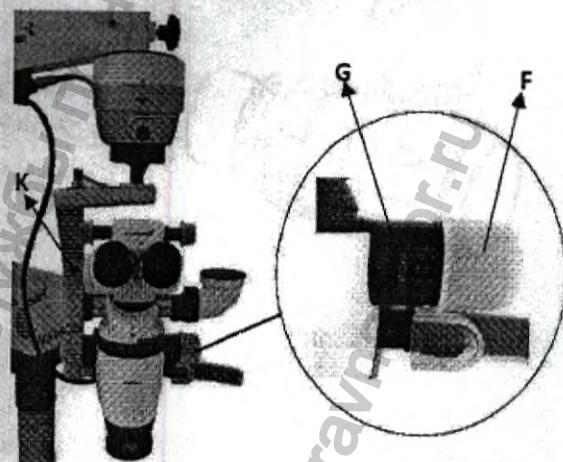

Рис. 19
- а. Для выбора желаемого уровня увеличения воспользуйтесь ручкам (F) на Увеличителе.
- б. Вращайте ручки по ходу часовой стрелки для увеличения и против хода часовой стрелки для уменьшения уровня увеличения, смотрите рисунок 19.
- а. Нажатие Красной кнопки (G), расположенной рядом с Индикатором Увеличения, задействует 8 уровней увеличения. Нажатие этой же кнопки с другой стороны включает постоянное увеличение.
- б. Воспользуйтесь точной фокусировкой за счет вращения кольца (B) для точной фокусировки.
- в. Воспользуйтесь Кнопками Муфт (A) на наклонном плече и (A.1) на рукоятке для вывода в центр поля обзора области интереса, смотрите рисунок 19.